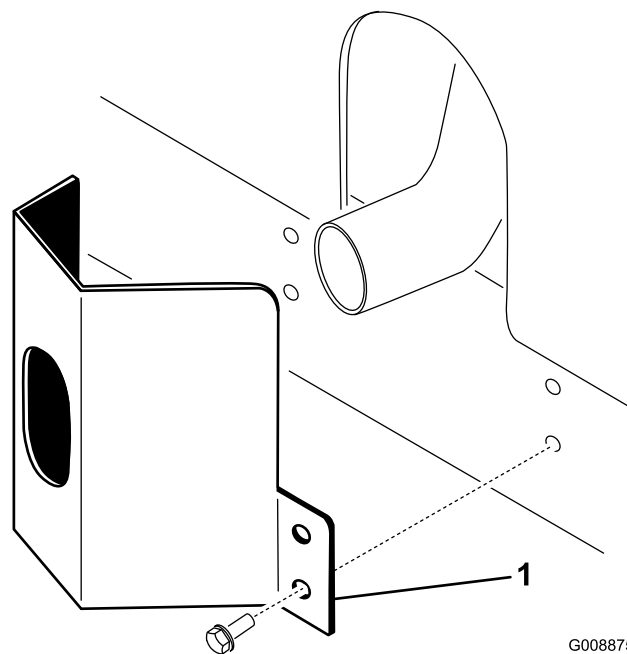

**Figura 10**
8. Instale o parafuso no outro braço do suporte do trinco do capot para prender o trinco na posição (Figura 10). Aperte o parafuso firmemente, mas não aperte a porca.